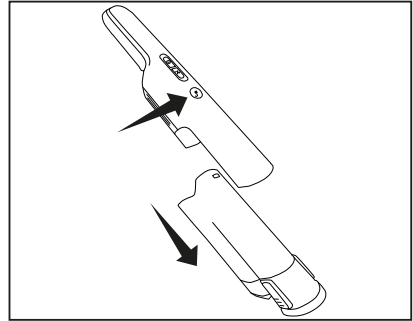

Fig. 4
1. Presione el botón de extracción del depósito de polvo mientras lo separa de la aspiradora para sacarlo de la aspiradora (Fig. 4).